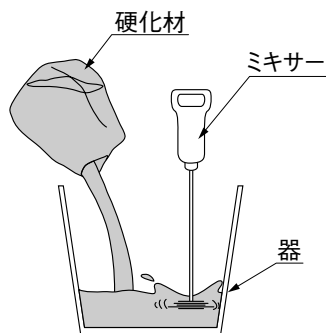

図2-2
- ② 硬化材を器に入れながら、ミキサーでよく混合してください。(図2-2参照)